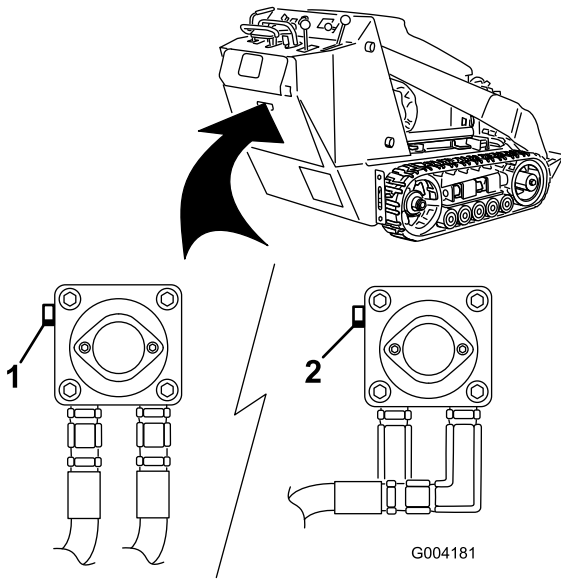

Bild 18
3. Drehen Sie die Schleppventile auf der Hydraulikölpumpe mit einem Schraubenschlüssel zweimal nach links (Bild 18).